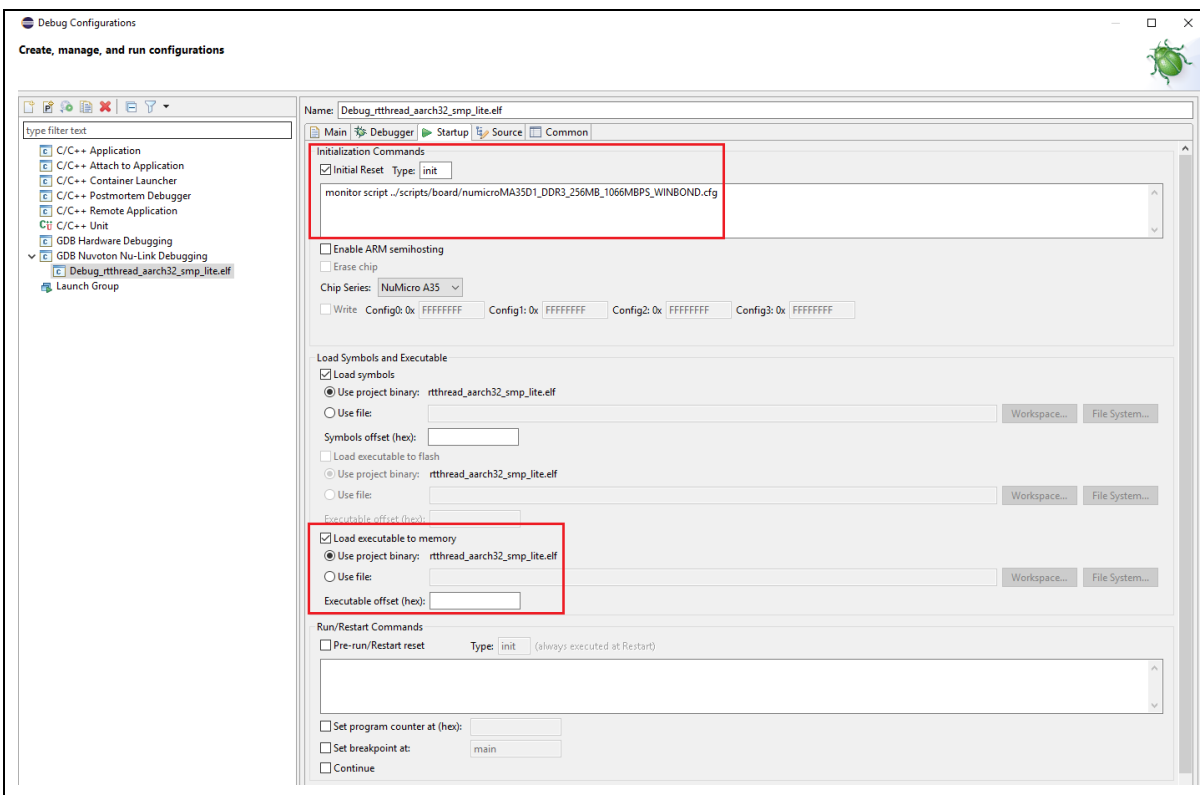

图 4-41 首次进入调试模式设置
5. 在调试配置中选择欲载入的ELF文件（请参阅图 4-41）。请根据开发板的DDR选择对应的DDR初始文件。